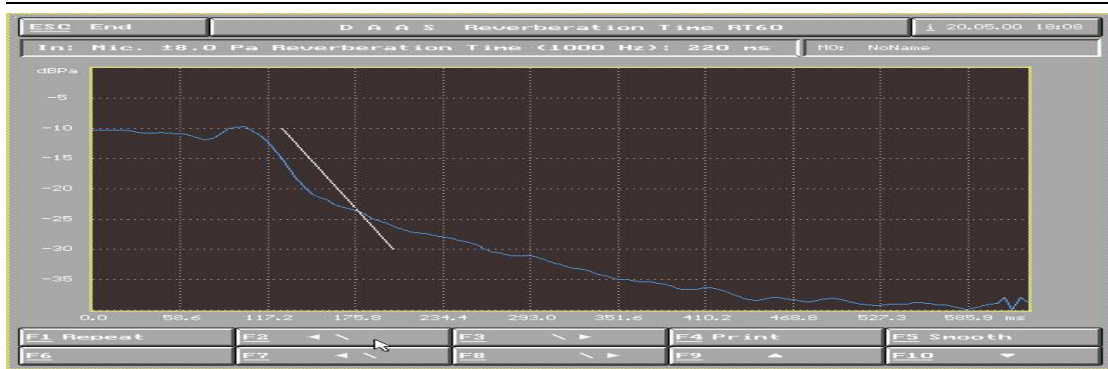

图 42
3) 得出图 42 所示界面, 调整白色比较线与衰减曲线上最陡的一般平行即可得出频率延时时间。F2 F3 F7 F8 F9 F10: 调整曲线坐标, F5: 平滑衰减曲线